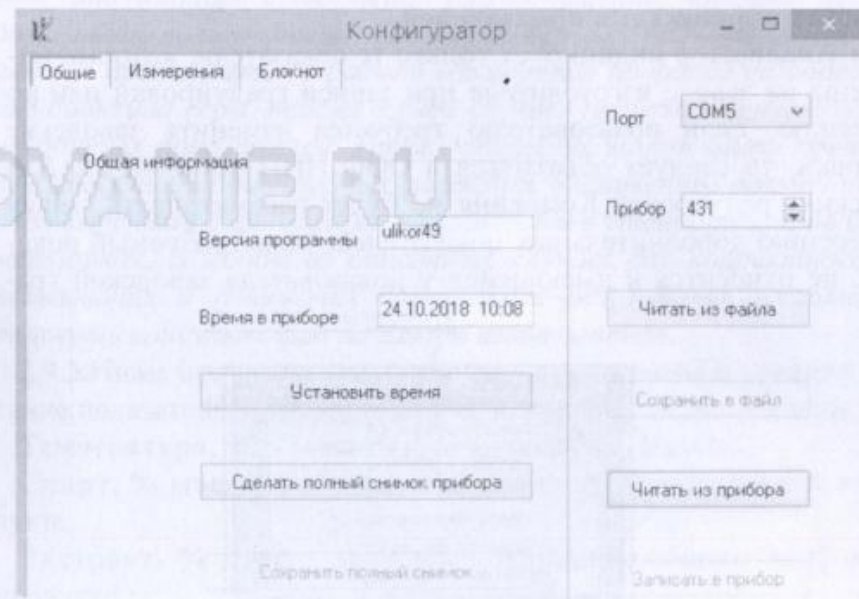

Рисунок 2.11
- активировать опцию «Читать из прибора» после этого зафиксировать версию ПО индицируемую в соответствующем диалоговом окне программы (рисунок 2.11).